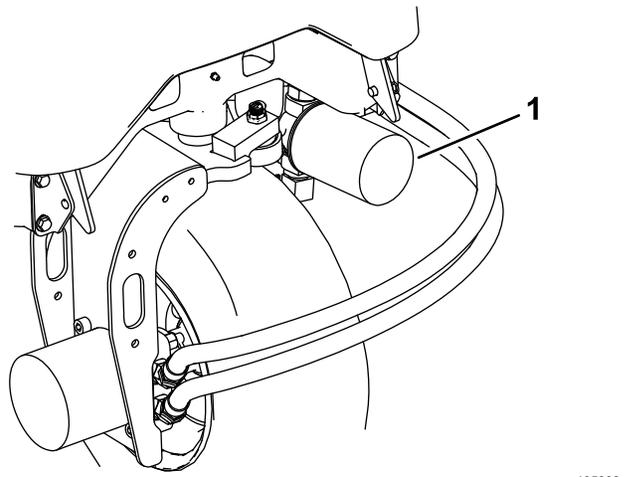
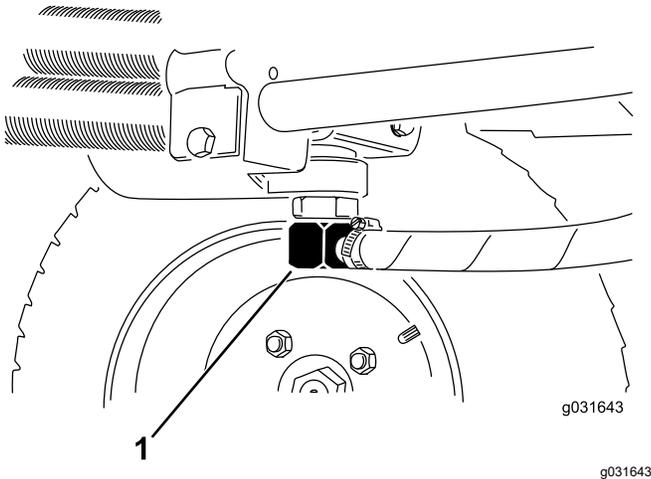

图 65
图 66
3. 清洁滤芯安装区周围的区域在滤芯下面放置一个放油盘然后拆下滤芯图 65。
2. 断开液压管线与油箱的连接或卸掉液压油滤芯让液压油流入放油盘 图 65和 图 66。
3. 液压油停止排出时安装液压管线 图 66。